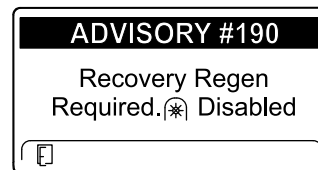

図 40
- リカバリ再生が必要です PTO が無効化されました アドバイス番号 190 図 40